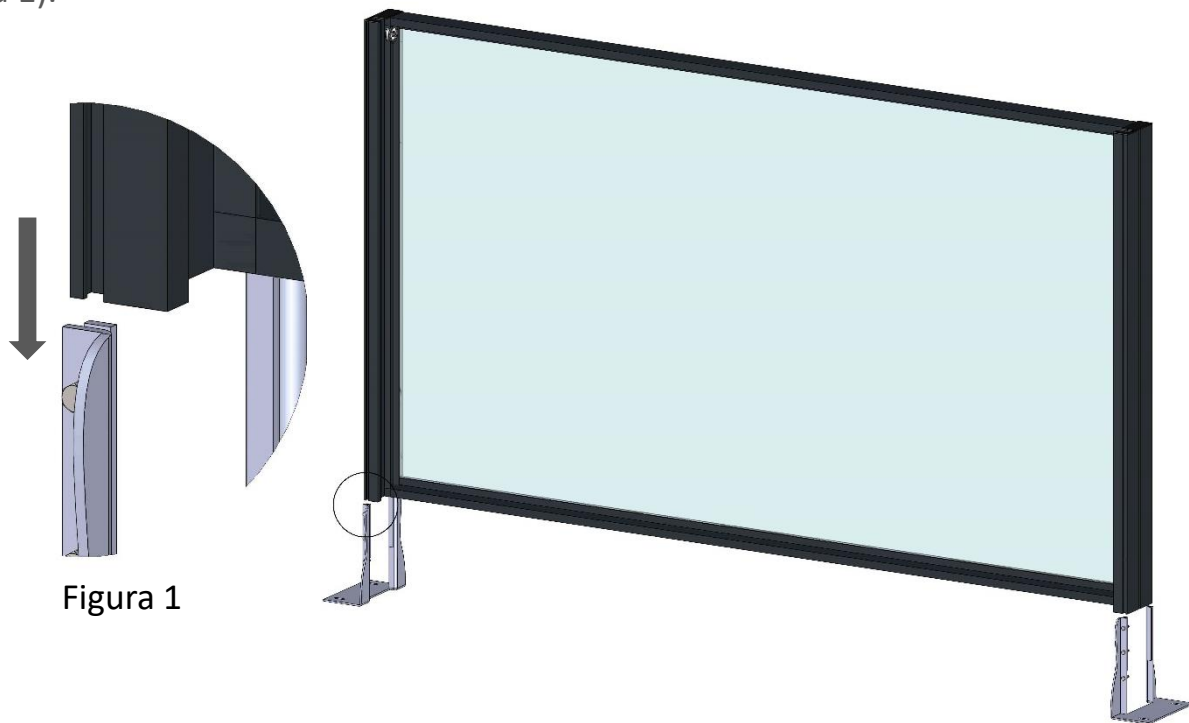

Figura 1
- Introducir la varilla de la base en el hueco existente en el perfil vertical del Panel Fijo (Figura 1).